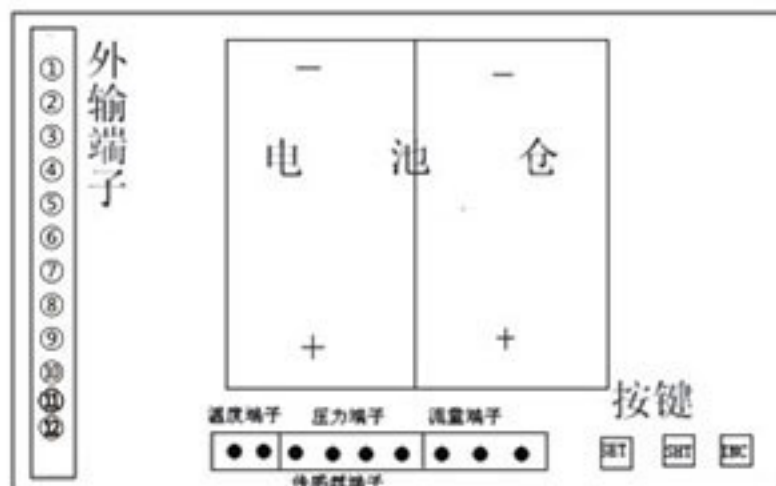

图5
6.4 接线方法（见图5）
- ① BFOUT 脉冲输出Vp_p=2.8V，电池供电时仍然有效。
- ② Rs485+ } 485输出
- ③ Rs485- }
- ④ H_ALARM } 报警输出
- ⑤ L_ALARM }
- ⑥ GND2 }
- ⑦ Io1 } 两路4-20mA输出
- ⑧ Io2 }
- ⑨ FOUT脉冲输出Vp_p=24V（跟随供电电压）。
- ⑩ GND